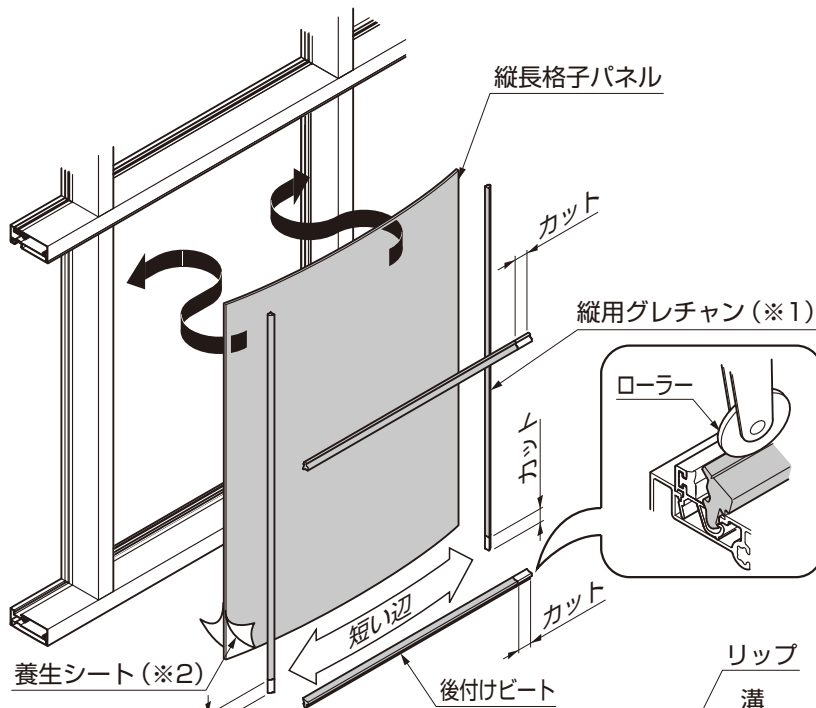

図6-7
③縦長格子パネルの養生シート(※2)をはがしてください。
④縦長格子パネルを縦長格子タイプ本体(下)W20にはめ込んで、先付け部材に乗っていることを確認(※3)してください。(図6-7、図6-9参照)